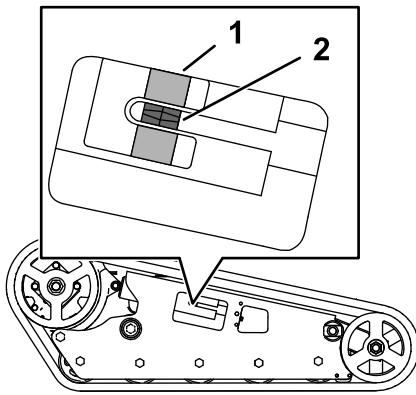

Рисунок 58
Убедитесь, что натяжной блок совмещен с зеленой направляющей на наклейке или что этот блок расположен на расстоянии 1,3 см от задней кромки паза натяжной трубки (Рисунок 58).
4. Используя ключ с храповым механизмом на 1/2 дюйма, поворачивайте натяжной винт до совмещения натяжного блока с зеленой направляющей на наклейке или до тех пор, пока он не будет на расстоянии 1,3 см от задней кромки паза натяжной трубы (Рисунок 58).
8. Убедитесь в том, что натяжной блок находится в пределах зеленой направляющей на наклейке или что он расположен на расстоянии 1,3 см от задней кромки натяжной трубы на обеих гусеницах (Рисунок 58). При необходимости отрегулируйте тормоза.